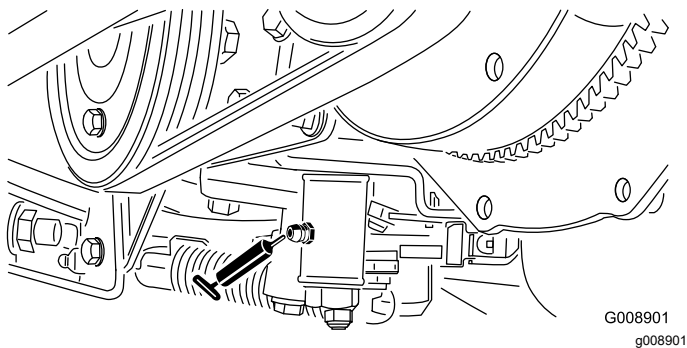

Figure 49
- Mécanisme de réglage du point mort (Figure 49)